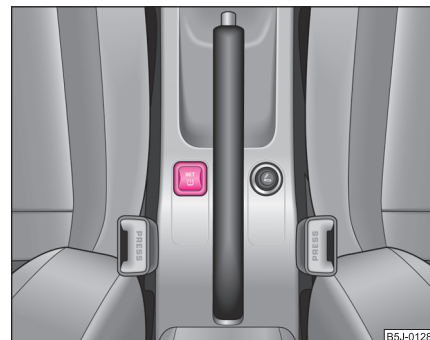

Fig. 135 Tastă pentru reglarea presiunii din pneuri
- Apăsați tasta **SET** (L) ⇒ fig. 135 până la emiterea tonului de confirmare a memorării noilor valori. Atâta timp cât este menținută apăsată tasta **SET** (L), în tabloul de instrumente se aprinde lampa de control (L).